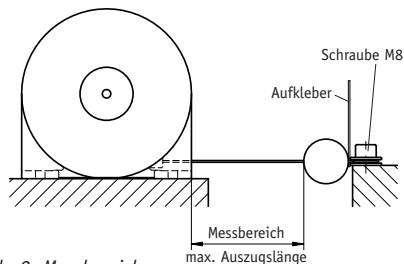

Abb. 2: Messbereich
- Seilende mit z.B. einer Schraube M8 befestigen (Abb. 2).
Der am Seilende hängende Aufkleber ist am Seilbefestigungsort sichtbar anzubringen (Abb. 2).